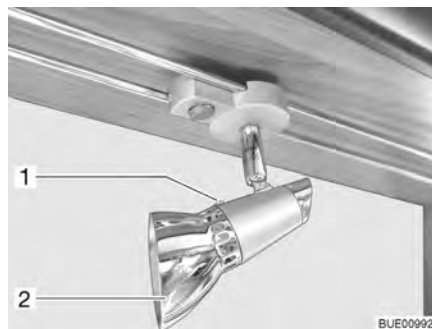

Fig. 206 Spot halogène (coulissant)
- Dévisser la vis de fixation (Fig. 206,1).
- Retirer l'abat-jour (Fig. 206,2).